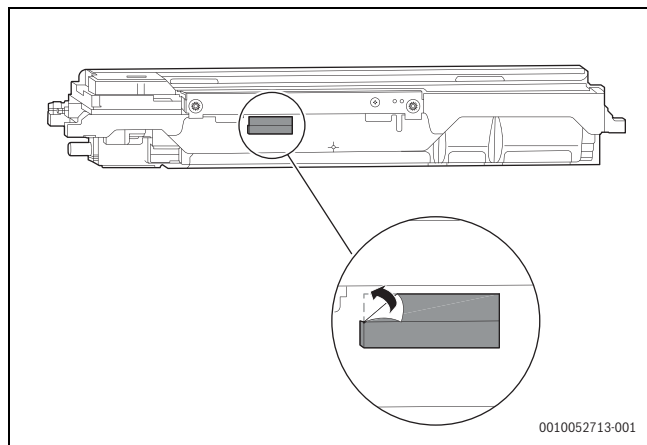

Fig. 2
2. Atașați cele două cutii pentru placa adaptoare și fixați-le cu două benzi dublu adezive (Fig. 2).